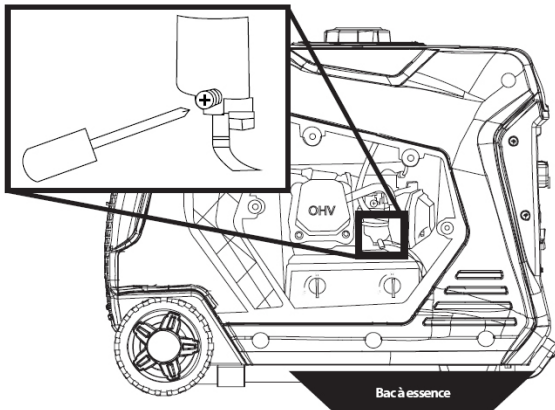

Figure 15: Desserrez la vis de la cuve du flotteur
3. Desserrez la vis de vidange de la cuve du flotteur jusqu'à ce que le carburant s'écoule de la cuve du flotteur (voir Figure 15).